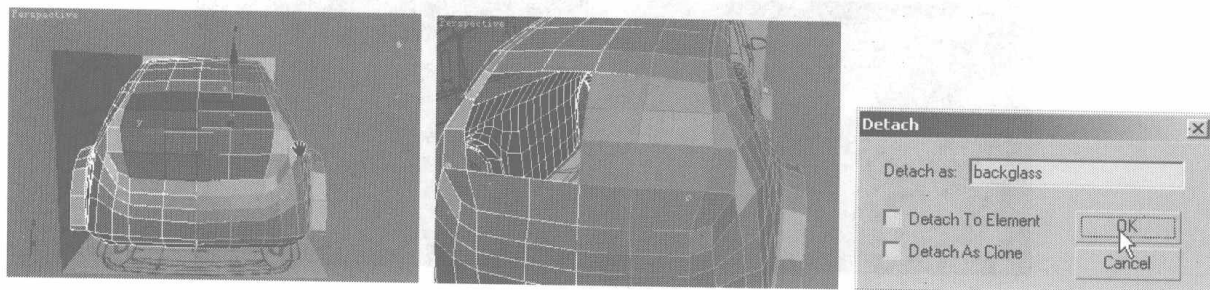

图 7.104
- 03** 选择汽车的后车窗位置的面，单击 **Detach** 按钮，在弹出对话框中设置分离选项，如图 7.104 所示。在 **Detach as:** 选项框中，输入名称，将面单独分离出来，单击 **OK** 按钮。